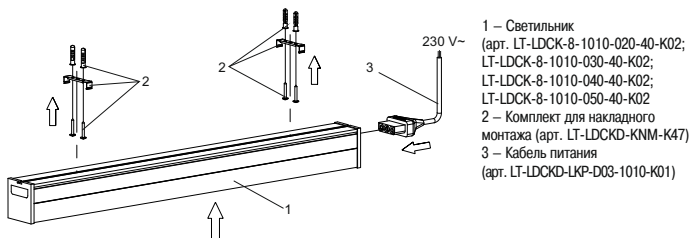
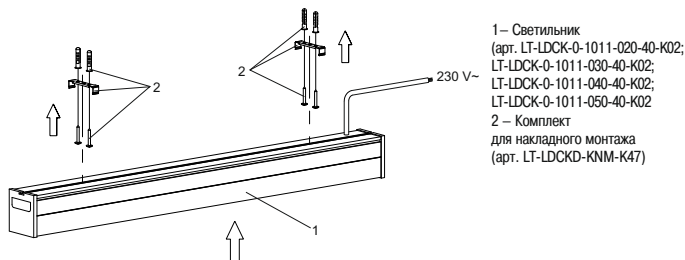

Рисунок 3 – Накладной монтаж магистрального светильника 1010 и подключение к сети 230 В
Рисунок 4 – Накладной монтаж линейного светильника 1011 и подключение к сети 230 В
4.3 Накладной монтаж светильника производить при помощи монтажных скоб входящих в комплект поставки непосредственно на поверхность потолка, стены (рисунок 3 и рисунок 4).
4.7 Подключение магистрального светильника 1010 к сети 230 В~ производить подключением кабеля питания, входящего в комплект поставки, к встроенной в корпус светильника сетевой розетке (рисунок 3).
4.8 Подключение линейного светильника 1011 к сети производить сетевым кабелем, выведенным из корпуса светильника (рисунок 4).